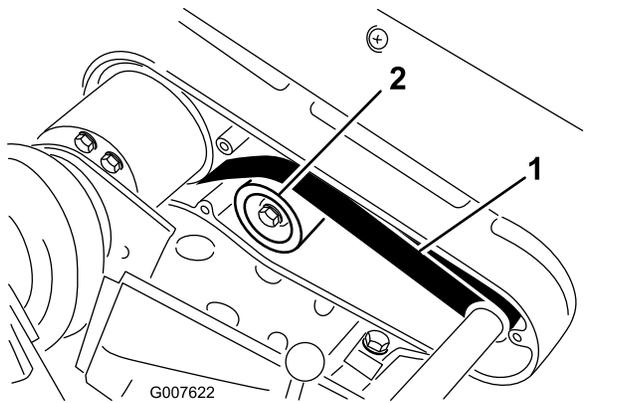

図 39
2. プリー間の中央部で 図 39、2.32.7kg 程度の力でベルトを指で押して張りを点検する。
A. アイドラプリー固定ナットをゆるめ、プリーをベルトの背に押しつけて、適当な張りを出す 図 39。